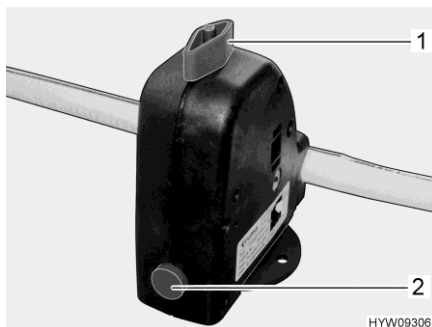

Fig. 153 Válvula de seguridad/purga (caldera)
La caldera está equipada con una válvula de seguridad/purga (Fig. 153). La válvula de seguridad/purga evita que el agua de la caldera se congele cuando no esté conectada la calefacción en caso de helada.
- Cerrar la válvula de seguridad/purga. Para ello, girar el botón giratorio (Fig. 153,1) a la posición transversal en referencia a la válvula de seguridad/purga y hundir el botón (Fig. 153,2).
- Abrir la válvula de seguridad/purga. Para ello, girar el botón giratorio (Fig. 153,1) a la posición longitudinal en referencia a la válvula de seguridad/purga. El botón (Fig. 153,2) salta hacia fuera. La caldera se vacía hacia fuera a través de la válvula de seguridad/purga.